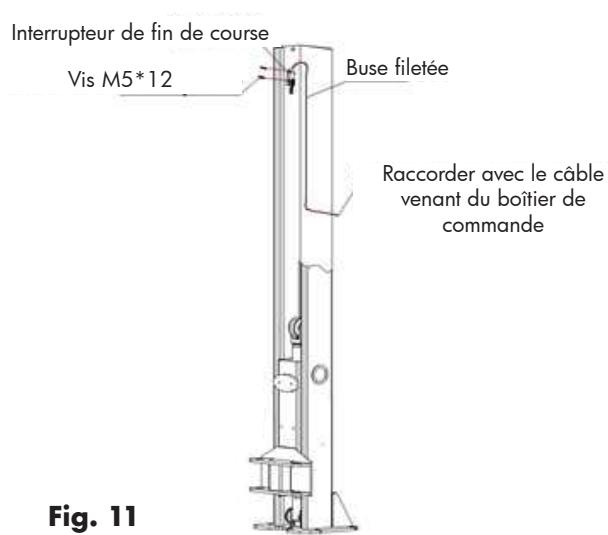

Fig. 11
2. Fixez l'interrupteur de fin de course sur la colonne avec le bloc d'alimentation (fig. 11). La photo E en page 45 indique les vis à utiliser.
11. Installez les bras de levage (**fig. 11**).